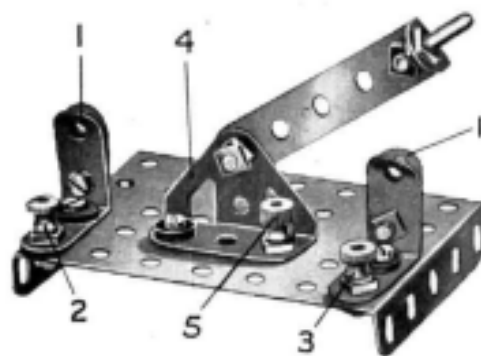

Fig. 5
On notera que les écrous au-dessous des bornes sont bloqués contre les équerres de 25 x 25 mill., de façon que ces dernières soient en contact direct avec les bornes. Le bras de l'inverseur est formé par une bande de 5 trous pivotée par un boulon et contre-écrous (M. S. 263) à une embase (4), qui est également isolée de la plaque de base. La borne (5) est montée exactement de la même façon que les autres. L'utilisation d'un tel inverseur est démontré sur le schéma de la fig. 6. Ce schéma représente l'inverseur à couteau disposé pour commander une lumière électrique en deux points différents. Un circuit semblable est fréquemment employé pour commander la lumière dans l'escalier de maison quand la lumière doit être éteinte au bas de l'escalier, et de nouveau rallumée par un autre inverseur au haut de l'escalier, ou vice versa. Le schéma est très simple et nous ne doutons pas que nos lecteurs trouveront de nombreuses applications à cet inverseur. Cet inverseur est également applicable à la commande d'un moteur électrique. On verra que deux inverseurs identiques sont nécessaires. Dans le schéma la lampe est éteinte, mais en manœuvrant l'un des deux inverseurs on pourra la rallumer. Réciproquement, si la lampe est éclairée, en manœuvrant l'un des deux inverseurs, on pourra l'éteindre. Les connexions sont aisément établies si l'on se rapporte au schéma. Un fil réunit la lampe à la borne du bras de l'un des inverseurs (5, fig. 5), et la borne correspondante de l'autre inverseur est réunie à l'accumulateur.